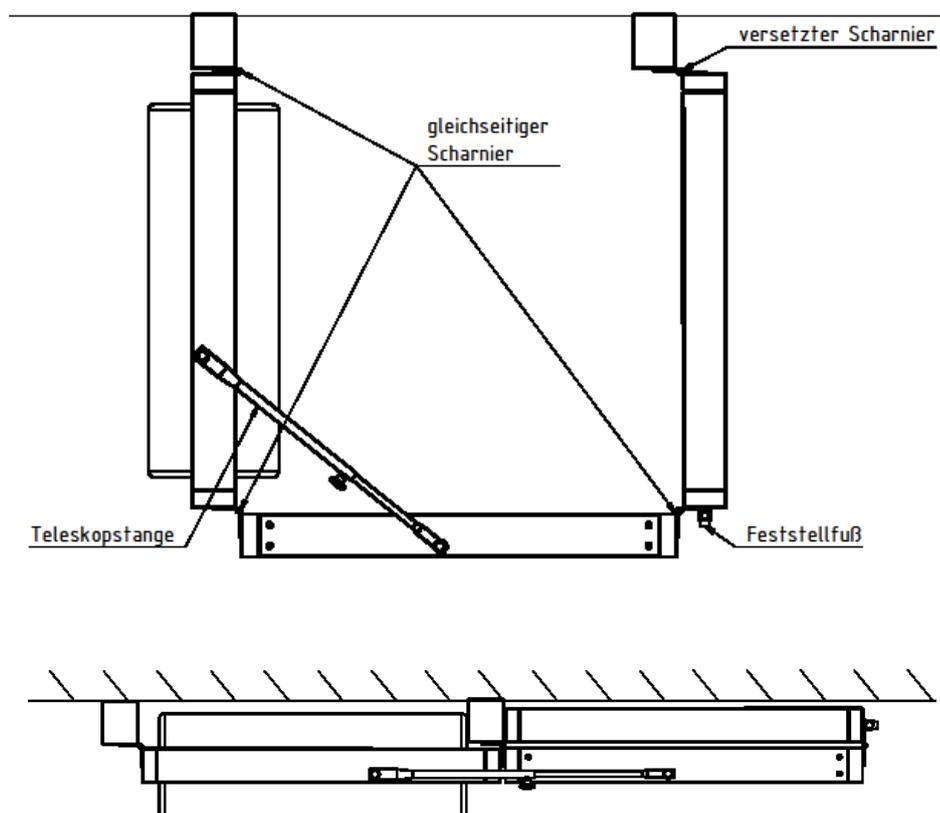
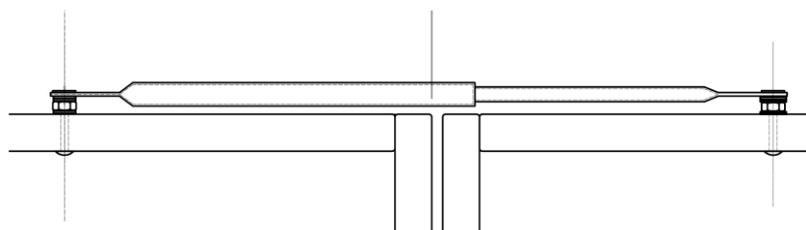

Abb. 5: Position der Teleskopstange beim aus- und eingeklappten Kletterhaus
Abb. 6: Montage der Teleskopstange
Als nächstes bekleben Sie alle Kletter-Einzelemente ① auf der Unterseite mit Filz ④, um Beschädigungen am Fußboden zu vermeiden. Danach montieren Sie die seitlich schwenkbaren Elemente an die Wandbalken. Das Schwenkelement am linken Wandbalken wird mit 3 gleichseitigen Scharnieren ⑥ befestigt, während dafür am rechten Wandbalken 3 versetzte Scharniere ⑦ verwendet werden. Zur Befestigung der Scharniere dienen die Spaxschrauben ⑬. Danach befestigen Sie das mittlere Element mittels 6 gleichseitiger Scharniere sowie Spaxschrauben an die bereits montierten, seitlich schwenkbaren Elemente. Alle beschriebenen Verbindungen sind auch in Abb. 5 dargestellt.
Im nächsten Schritt wird die Teleskopstange ⑭ wie in Abb. 5 auf die beiden linken Elemente über Eck aufgesetzt und mit den Schlossschrauben ⑩ und Hülsenmutter ⑤ verschraubt. Die Sechskantmutter ⑪ und Scheiben ⑨ dienen zur Regulierung des Abstandes (Abb. 6). Bitte beachten Sie, dass die Schrauben nur so festgezogen werden, dass die Teleskopstange sich noch bewegen lässt, aber nicht mehr klappert.